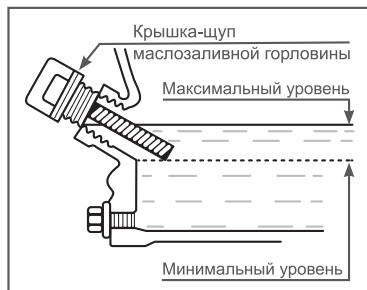

Рис. 12 Проверка уровня масла в картере
*Максимальный уровень масла в картере соответствует нижней кромке заливного отверстия (Рис. 12).*
4. Аккуратно извлеките щуп и осмотрите его. Уровень масла должен соответствовать верхней отметке на щупе. При недостаточном уровне масла в картере необходимо долить чистое масло до верхней отметки на щупе, что соответствует нижней кромке заливного отверстия (Рис. 12).